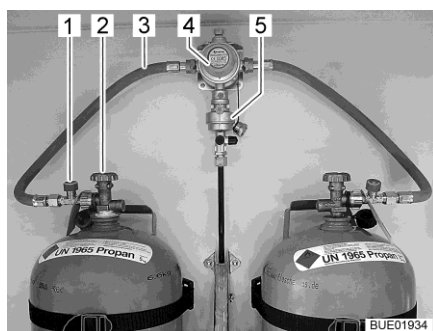
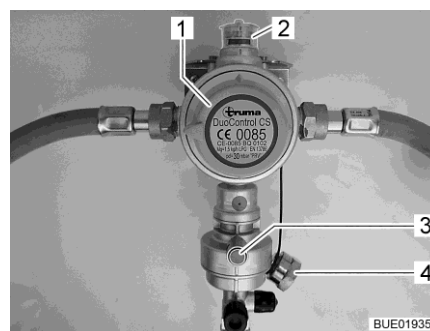
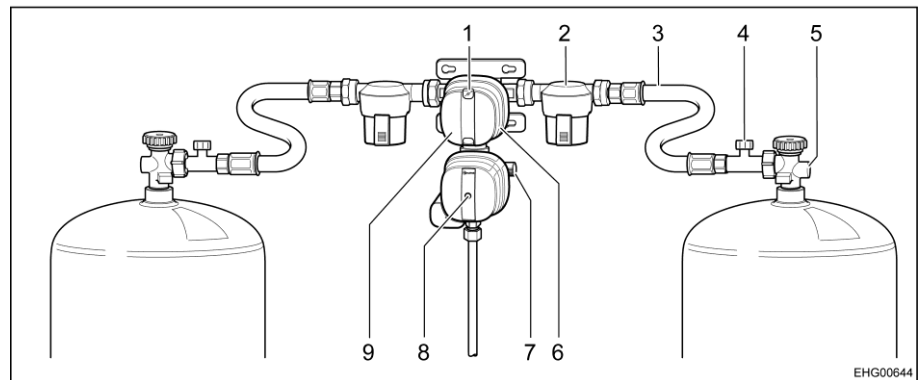

Fig. 64 Bombonas de gas con DuoControl
Fig. 65 Sistema de regulación DuoControl
Fig. 66 Sistema de regulación de presión de gas DuoControl CS
El sistema de regulación DuoControl se compone de una válvula selectora (Fig. 64,4) y el sensor de impacto (Fig. 64,5). El sistema de regulación DuoControl está montado entre las gomas del gas (Fig. 64,3) con dispositivo de seguridad en caso de rotura de manguera (Fig. 64,1). Con el botón giratorio (Fig. 65,1) en la válvula selectora se puede determinar cuál de las bombonas de gas se utilizará como bombona de servicio y cuál de ellas como bombona de reserva.
En la mirilla (Fig. 65,2) se indica el estado del suministro de gas:
Está permitido el funcionamiento con una sola bombona de gas; sin embargo, la conexión abierta se deberá tapar con una tapa ciega (Fig. 65,4).
El sensor de impacto bloqueará el suministro de gas en caso de un impacto significativo (p. ej. accidente). El sensor de impacto se pone en funcionamiento pulsando el botón de restablecimiento verde (Fig. 65,3).
El dispositivo de seguridad en caso de rotura de manguera (Fig. 64,1) bloqueará el flujo de gas si se rompe la manguera conectada. El dispositivo de seguridad en caso de rotura de manguera se deberá activar pulsando la tecla verde.
El sistema de regulación DuoControl se compone de una válvula selectora con sensor de impacto (Fig. 66,9). El sistema de regulación DuoControl está montado entre las mangueras de alta presión (Fig. 66,3) con dispositivo de seguridad en caso de rotura de manguera (Fig. 66,4). Con el botón giratorio (Fig. 66,6) en la válvula selectora se puede determinar cuál de las bombonas de gas se utilizará como bombona de servicio y cuál de ellas como bombona de reserva.
En el indicador de estado (Fig. 66,1) se indica el estado del suministro de gas:
Está permitido el funcionamiento con una sola bombona de gas; sin embargo, la conexión abierta se deberá tapar con una tapa roscada (Fig. 66,7).
El sensor de impacto bloqueará el suministro de gas en caso de un impacto significativo (p. ej. accidente). El sensor de impacto se pone en funcionamiento pulsando el botón de restablecimiento amarillo (Fig. 66,8).
El dispositivo de seguridad en caso de rotura de manguera (Fig. 66,4) bloqueará el flujo de gas si se rompe la manguera conectada.
En la unidad de mando (Fig. 67), se conecta y desconecta el suministro de gas a través del sistema de regulación DuoControl. Las llaves de paso principales (Fig. 66,5) de las bombonas de gas y las válvulas de paso de gas deben abrirse a mano.
- Con el botón giratorio (Fig. 66,6) en la válvula selectora, seleccionar la bombona de gas de la que habrá de tomarse el gas principalmente (bombona de servicio). Girar el botón giratorio siempre hasta el tope.
- Abrir las llaves de paso principales (Fig. 66,5) de las bombonas de gas.
- Activar el dispositivo de seguridad en caso de rotura de manguera. Para ello, pulsar la tecla verde (Fig. 64,1) o bien el dispositivo de seguridad en caso de rotura de manguera (Fig. 66,4) por aprox. 5 segundos. En la mirilla o bien en el indicador de estado (Fig. 66,1) se visualizará la marca verde.
- Cerrar las llaves de paso principales (Fig. 64,2 ó bien Fig. 66,5) de las bombonas de gas.
En caso de que luz de control verde (Fig. 67,6) se apague durante el servicio y se encienda la luz de control roja (Fig. 67,5), estará vacía la bombona de servicio y se deberá cambiar. En la mirilla (Fig. 64,2) o bien en el indicador de estado (Fig. 66,1) se visualizará la marca roja. La bombona de reserva seguirá suministrando gas a los consumidores de gas.
- Girar el botón giratorio (Fig. 66,6) media vuelta en sentido de la bombona de gas utilizada de momento. De este modo, esta bombona de gas ahora será la bombona de servicio y la bombona de gas vacía se convertirá en la bombona de reserva. La marca en la mirilla (Fig. 64,2) o bien en el indicador de estado (Fig. 66,1) cambiará de rojo a verde.
- Cerrar la llave de paso principal (Fig. 64,2 ó bien Fig. 66,5) de la bombona de gas vacía. Observar el sentido de la flecha.
- Activar el dispositivo de seguridad en caso de rotura de manguera. Para ello, pulsar la tecla verde (Fig. 64,1) o bien el dispositivo de seguridad en caso de rotura de manguera (Fig. 66,4) por aprox. 5 segundos.